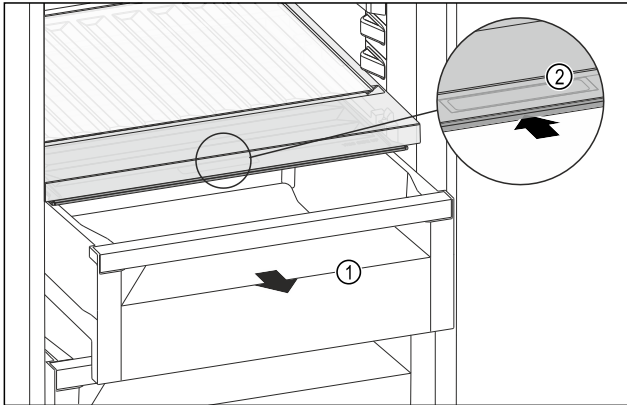

Fig. 123
- ▶ Trekk ut skuffen Fig. 123 (1).
- ▶ Ta tak i det innfelte grepet Fig. 123 (2) på lokket, og skyv lokket samtidig bakover.